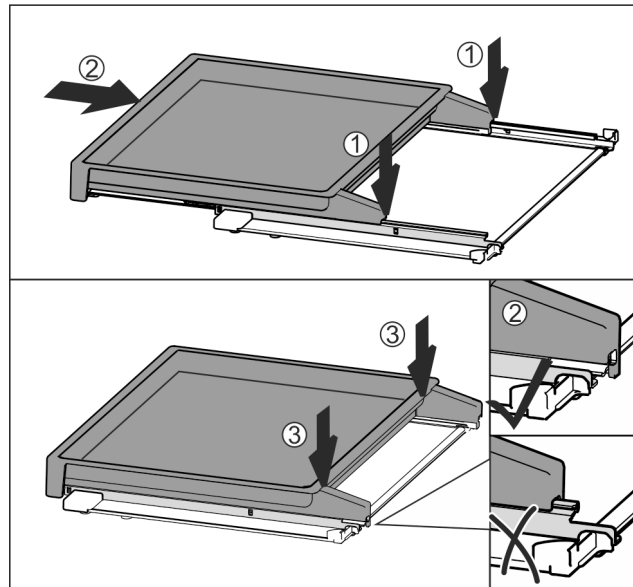

Fig. 109
- ▶ Appoggiare centralmente sulle guide Fig. 109 (1).
- ▶ Spingere completamente il ripiano estraibile Fig. 109 (2).
- ▶ Premere sul lato posteriore fino ad avvertire l'innesto Fig. 109 (3).